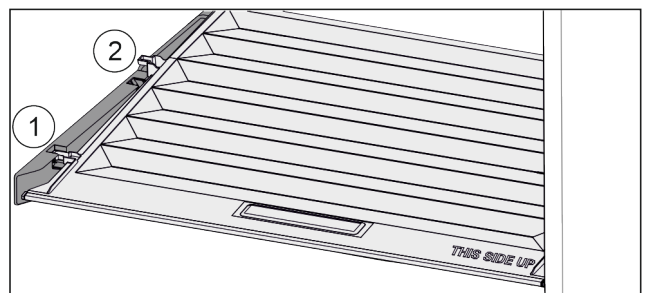

Fig. 149
- ▶ Tirare in avanti il coperchio fino all'apertura nei fermi Fig. 149 (1).
- ▶ Sollevare posteriormente dal basso e togliere verso l'alto Fig. 149 (2).